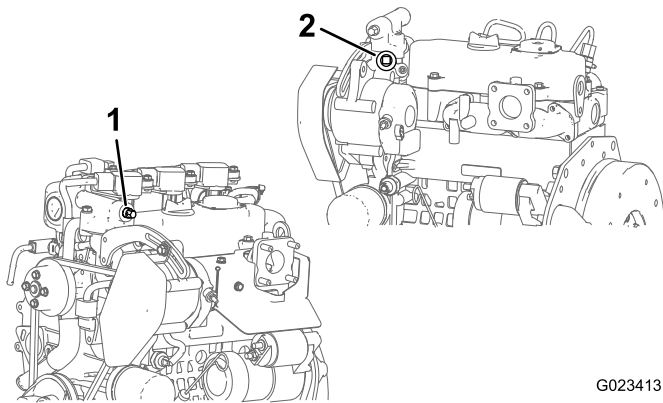

Figure 10
1. Déposez le bouchon ou le thermocontact selon le type de moteur de la machine (Figure 10).
- Pour les moteurs à essence : Retirez le bouchon du boîtier de thermostat et montez le raccord droit de 5/8 pouce avec un collier à vis (Figure 10).
- Pour les moteurs diesel : Déposez le thermocontact du boîtier du thermostat et posez le raccord en T (Figure 10).